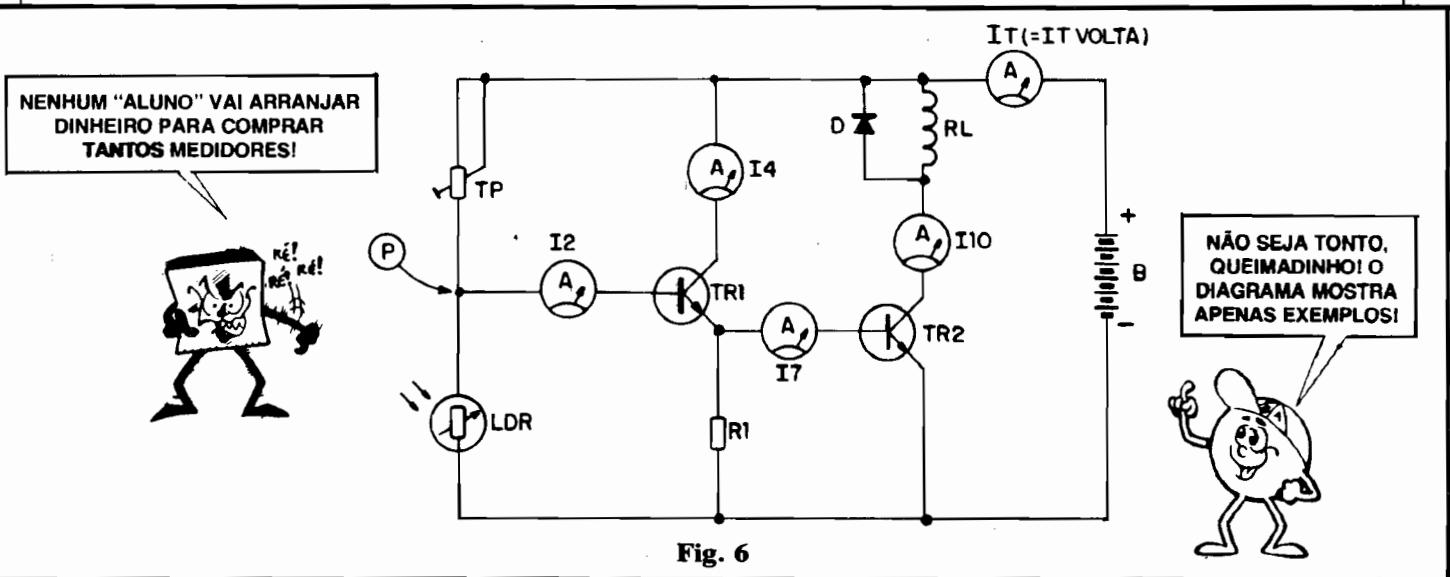

Fig. 6
- **FIG. 6 - OS PERCURSOS PRINCIPAIS** - O diagrama do circuito mostra, agora, galvanômetros intercalados em pontos considerados fundamentais para uma suficiente análise dinâmica do conjunto (lembrem-se que, até o momento, estamos falando em análises feitas unicamente a partir das medições de **CORRENTE**...):